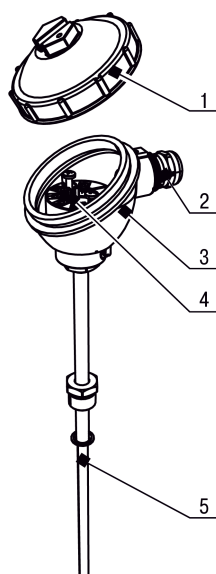

Рисунок 3.1 – Устройство датчика
Датчик состоит из первичного преобразователя (ЧЭ), помещенного в защитную арматуру (5), и установленного в коммутационную головку нормирующего преобразователя (4) (см. рисунок 3.1).